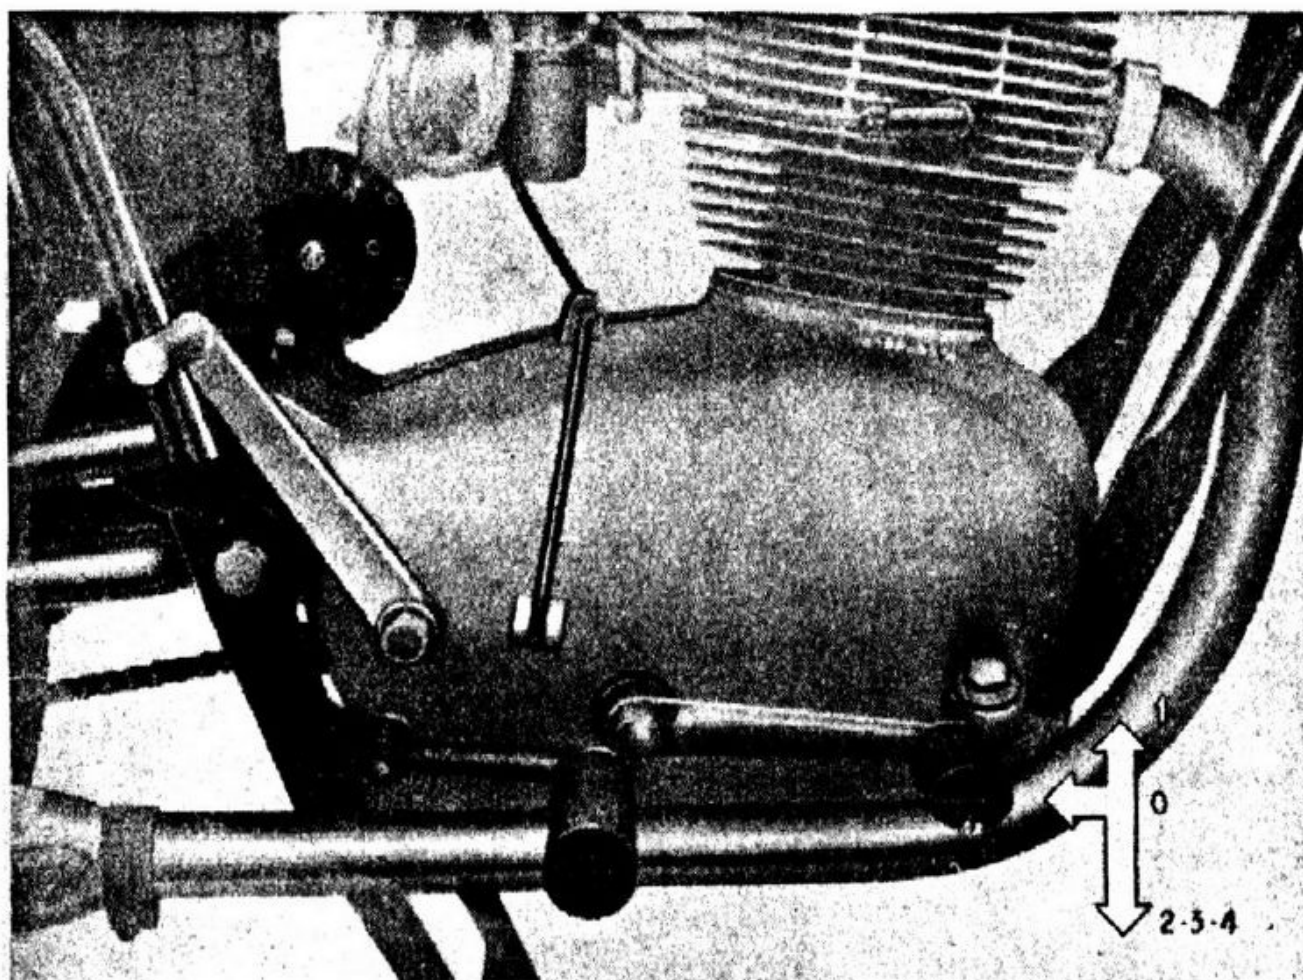

Fig. 9
Tirare a fondo la leva della frizione, spingere in alto il pedale del cambio onde passare dalla posizione di folle (0) a quella di 1^a velocità (vedi fig. 9) indi abbandonare gradualmente, la leva della frizione accelerando progressivamente, nel contempo, il motore.